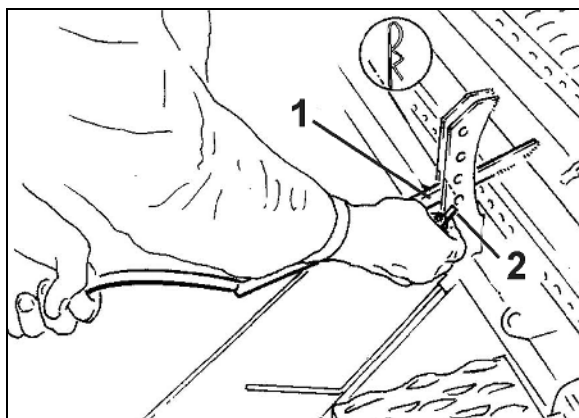

Bild 94
2. Spänn åt spaken (Bild 94/1) med vridprovsveven.
3. Stick in bulten (Bild 94/2) i ett hål under spaken.